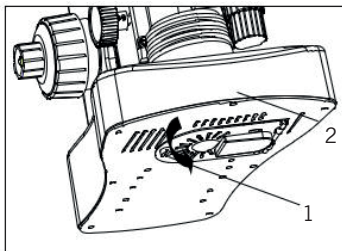

Fig.11
2.2.7 Installation et remplacement de la lampe (Fig.11,12,13)